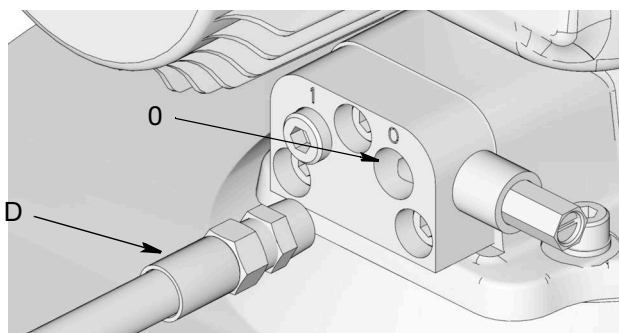

Рис. 53: Выпускной патрубок для смазочного материала
28. Подсоедините таймер / контроллер (F) (предоставляется пользователем, если используется).
29. Подсоедините линию подачи смазки под высоким давлением (D) к выпускному патрубку для смазочного материала (O) (Рис. 53) на воздуховыпускном клапане или коллекторе.